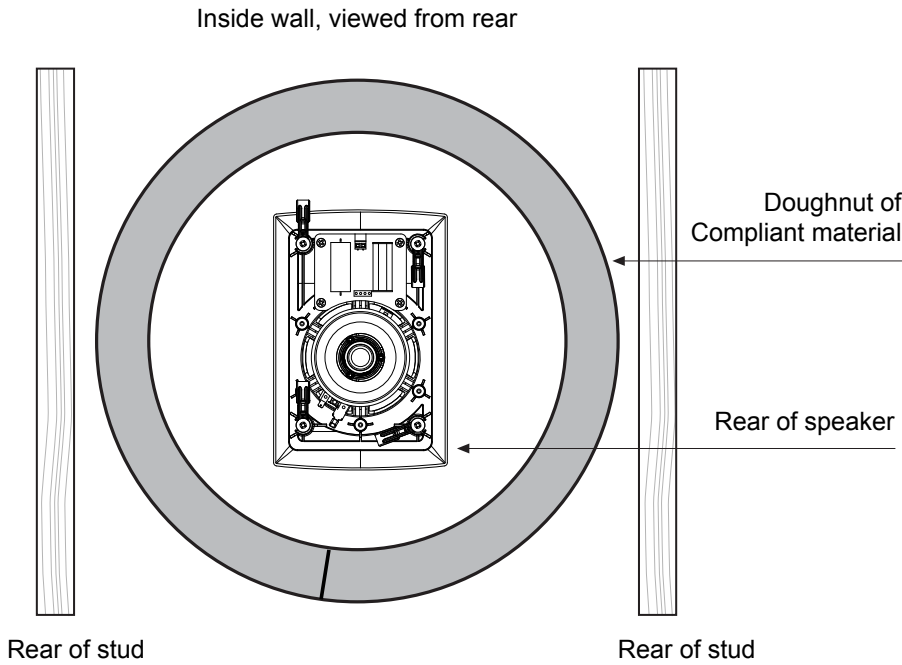

Fig 12: Stud partition or wall cavity, using compliant material of appropriate thickness to create a tight seal
- 1. De nombreux installateurs professionnels utilisent un « beignet » en matériau conforme, qui peut être inséré de manière serrée entre les deux surfaces de la cloison ou dans la cavité murale. La longueur de la surface interne de la bande de matériau détermine le volume de « l'enceinte ». . Pour chaque modèle, coupez les bandes dans les longueurs indiquées dans le tableau ci-dessous, insérez-les dans la cavité et joignez-les pour former un anneau qui garantira le bon volume - voir Fig : 12.